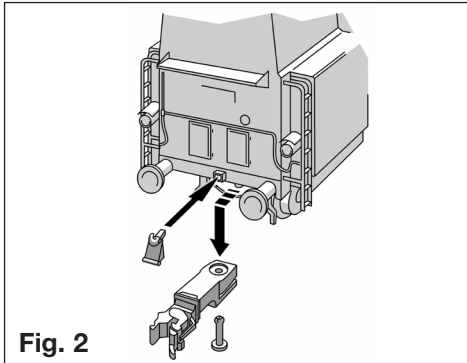

Fig. 2
- Attrappen stikkes ind i slidsen. Fastgøres evt. med lidt lim. (fig. 2).
- Innestare le imitazioni nelle apposite rientranze. Eventualmente fissarle con un po' di adesivo (fig. 2).
Eventuell mit etwas Klebstoff befestigen (Fig. 2).
3. Insert the alternative coupling gear. Secure in position with plastic glue (fig. 2).
Eventuellement les fixer au moyen d'une goutte de colle (fig. 2).
Koppeling dummy. De automatische FLEISCHMANN-koppelingen kunnen vervangen worden door de bijgevoegde imitatiekoppelingen. Daartoe dient men de FLEISCHMANN-koppeling te verwijderen en de imitatiekoppeling in de daarvoor bestemde uitsparing monteren. Bij de bevestiging kan eventueel iets lijm worden gebruikt (fig. 2).